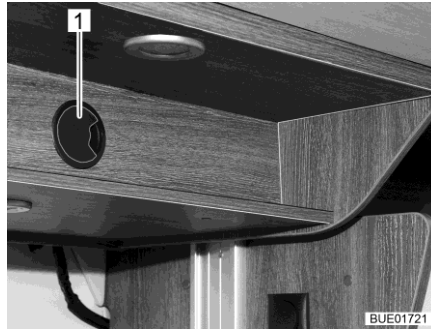
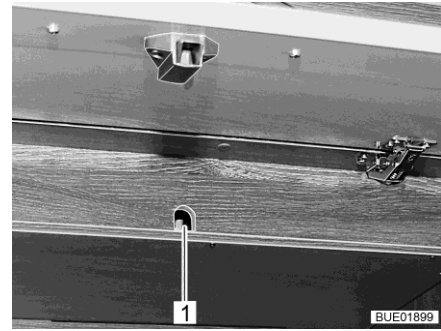

Fig. 140 Acceso al accionamiento (Ixeo Time)
Fig. 141 Acceso al accionamiento (Lyseo Time)
- Si existe, retirar la tapa del orificio de acceso (Fig. 140,1 ó Fig. 141,1).